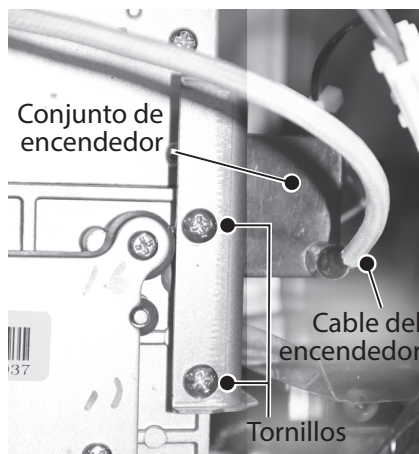

Figura 57 - Ubicación del conjunto de encendedor
- 4 Ubique el conjunto de encendedor en el lado derecho del calentador de agua. Consulte la Figura 57.
- 6 Retire los dos tornillos que fijan el conjunto de encendedor y el soporte al múltiple de gas. Deje los tornillos a un lado en un lugar seguro para volver a instalarlos. Consulte la Figura 57.